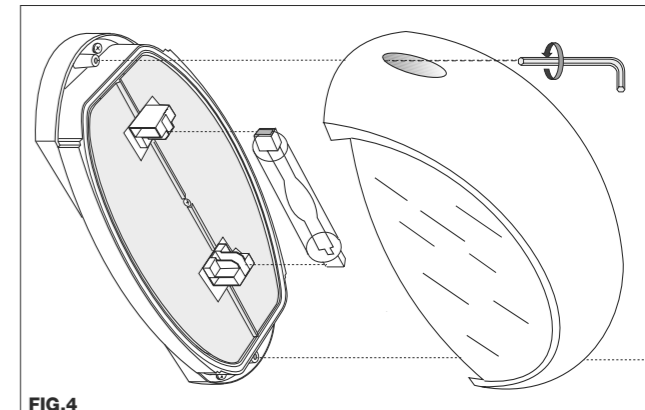

FIG.4
- Inserire la lampada/e e rimontare la calotta con vetro (FIG.4).
- Install the lamps and the canopy with the glass (FIG.4).
- Installer la/les lampes et la calotte avec le verre (FIG.4).
- Die Leuchtmittel einsetzen und die Abdeckkappe mit dem Glas wieder montieren (FIG.4).
- Instalar la(s) lámpara(s) y la tapa con el vidrio (FIG.4).